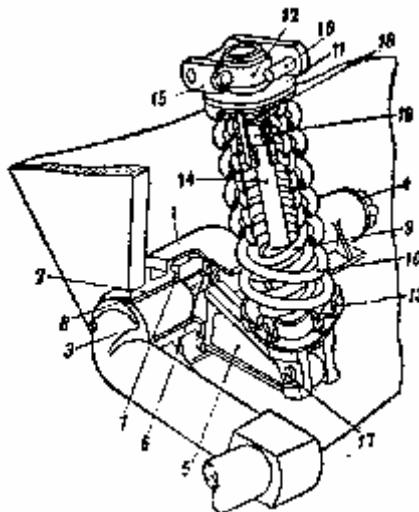

Рис. 136. Балансир и подвеска переднего опорного катка:
Балансиры передних катков отличаются от остальных (рис. 136). Ось балансира переднего катка опирается на две втулки, запрессованные в кронштейн корпуса 1. Смазку передней втулки осуществляют снаружи танка через отверстие в торце оси балансира 3 (отверстие закрыто ввёрнутой пробкой), а задней втулки — изнутри танка через маслёнку, ввёрнутую в крышку торца кронштейна 4.
- 1) Надеть на ось балансира проставочное кольцо 8 (см. рис. 136).
Осьевое перемещение остальных балансиров после закрепления планок (см. рис. 125) и гайки 6 у переднего катка (см. рис. 136) должно быть в пределах 0,5...3,5 мм.
- 1) Расшплинтовать и вынуть палец, соединяющий шток подвески с рычагом 5 (см. рис. 136).
Подвески передних опорных катков (рис. 138 и 139) расположены внутри носовой части корпуса и огорожены специальными щитками. Подвеска переднего катка (см. рис. 136) состоит из двух винтовых пружин — внутренней 9 и наружной 10; стакана 11 с приваренным к нему кольцом 12, имеющим цапфы; опоры пружин 13; штока 14; траверз 15 и пальцев 16, при помощи которых подвеску крепят к корпусу танка.
- 2) Отединить шток 14 (см. рис. 136) подвески от рычага 5.